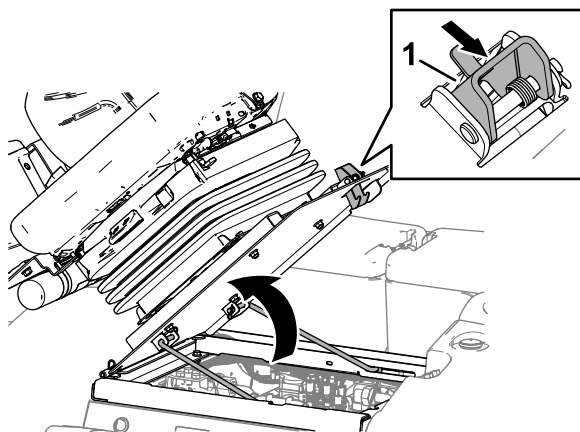

Bild 96
1. Schieben Sie die Sitzverriegelung nach außen (Bild 96).